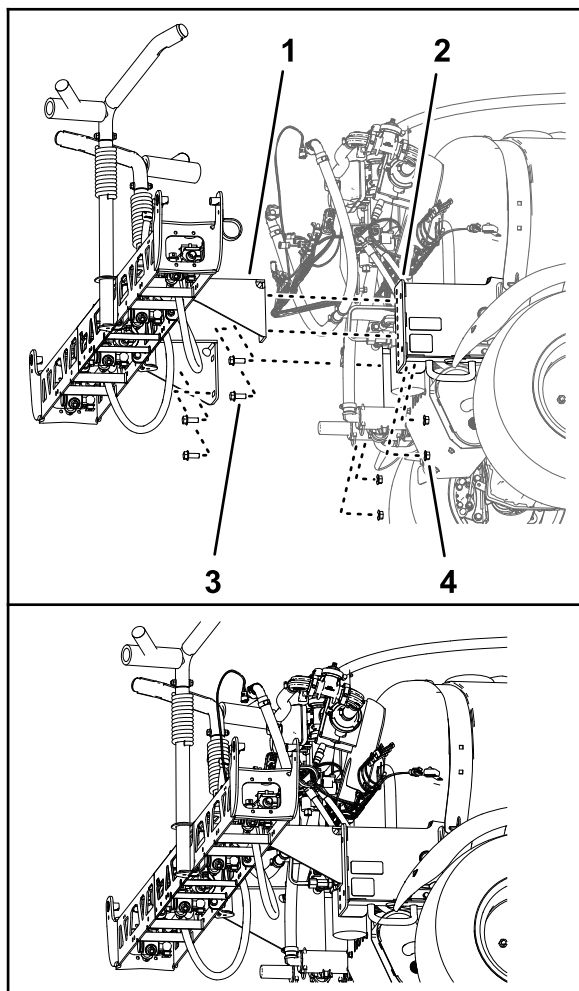

图95
1. 使用具备指定提升能力的提升设备提起中间喷洒段将其支撑托架中的孔图95与在 拆卸中间喷洒段 (页码 21) 的步骤 3 中确定的机器机架安装板中的孔对齐。
2. 使用在 拆卸中间喷洒段 (页码 21) 的步骤 4 中卸下的 4 个凸缘头螺栓  $\frac{1}{2} \times 1\frac{1}{4}$  英寸和 4 个凸缘锁紧螺母  $\frac{1}{2}$  英寸将中间喷洒段安装到安装槽图95。